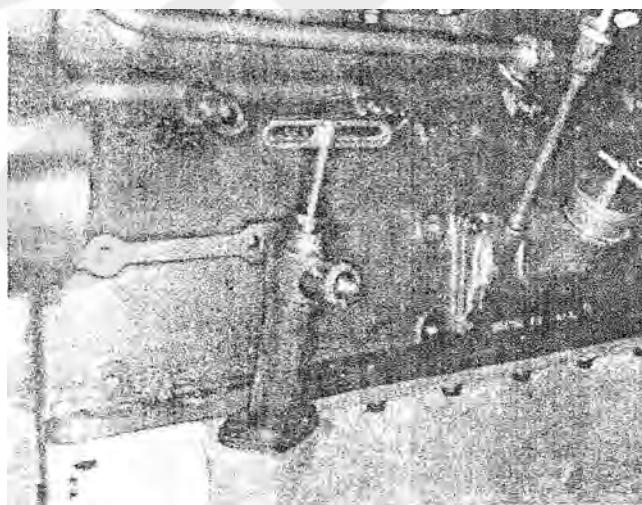

图 2-1 （N1074）手动抽油泵
1. 起动发动机使之达到工作温度，停机，从机油盘底部卸下放油螺塞，放出机油或从机油盘中抽油（图 2-1）。